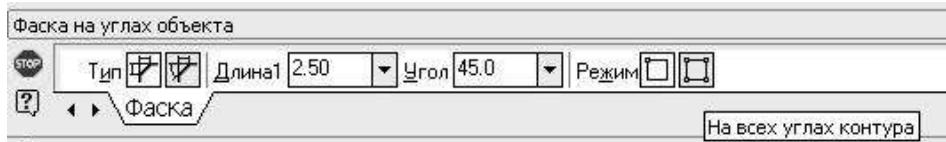
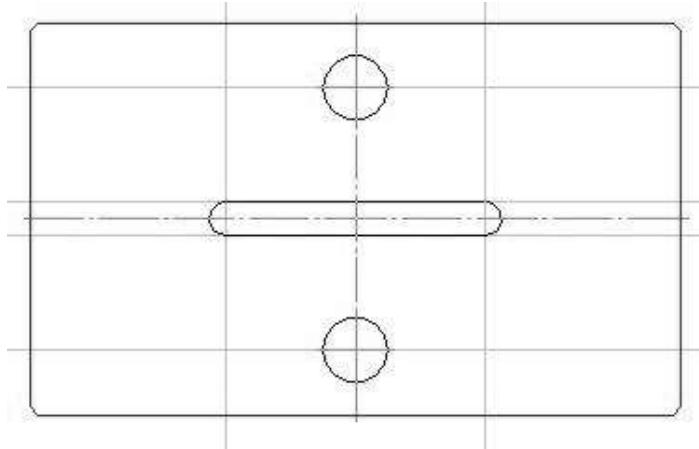

Рис.41 Панель создания фаски
Рис.42 Создание фасок
9. Рисуем фаски: выберите кнопку  , на **Панели свойств** выберите режим – На всех углах контура, тип фаски, её длину и угол (Рис.41), кликните на прямоугольник (Рис.42).
Урок 2. Изменить плиту на Рис.41 следующим образом: